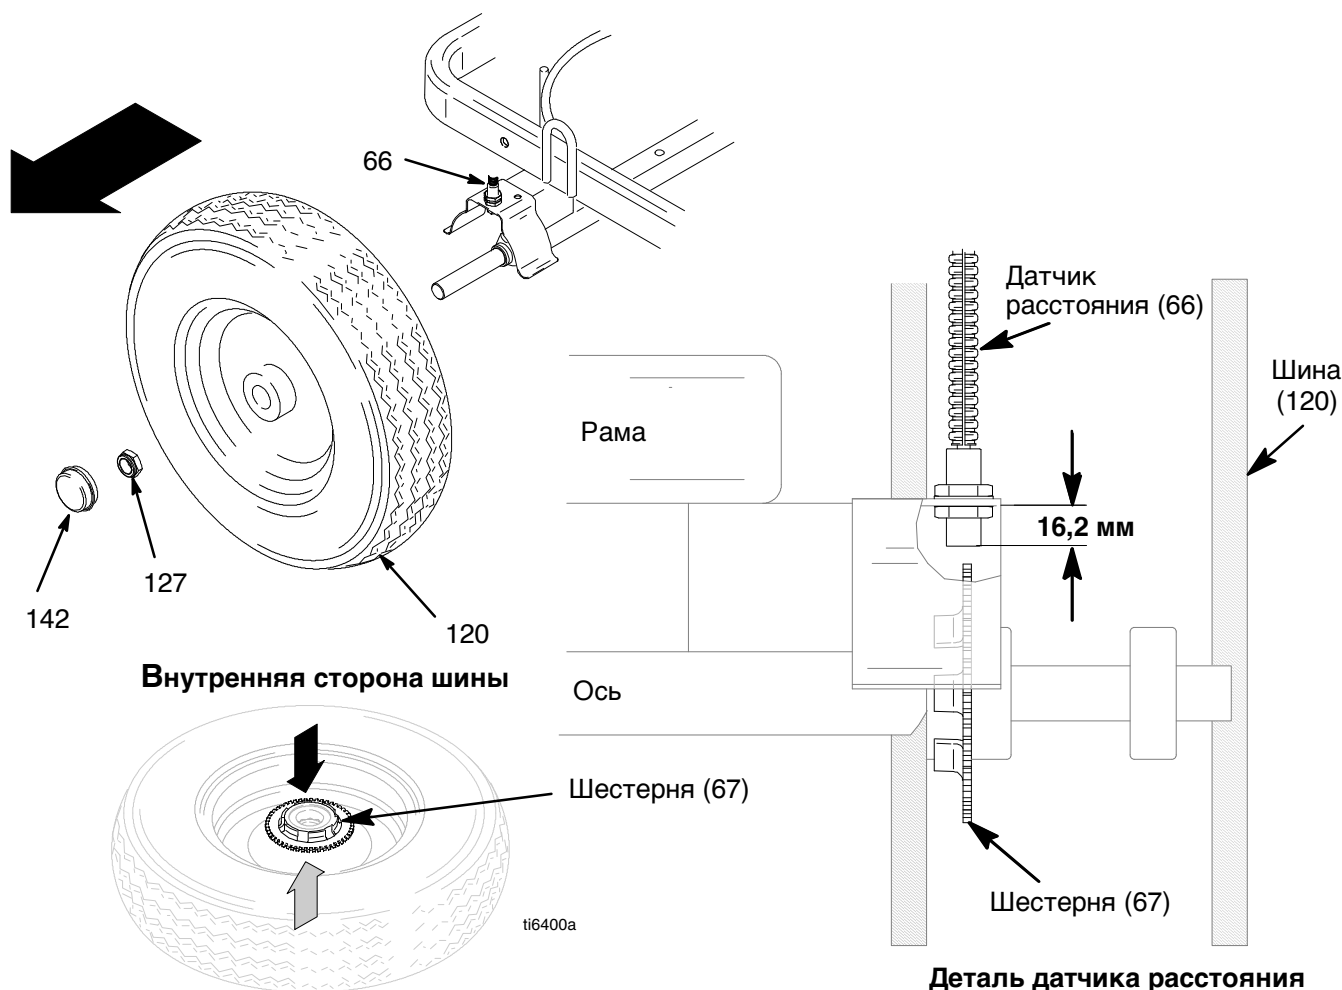

Рис. 14
2. См. Рис. 14. Снимите пылезащитный колпачок (142) с колеса. Удалите гайку (127).
3. Снимите колесо (120) с устройства LineLazer.
4. Совместите шестерню (67) с датчиком.
5. Установите колесо (120) на устройство LineLazer.
6. Установите гайку (127) и затяните ее, затем отвинтите на 1/4 оборота. Установите пылезащитный колпачок (142) на колесо.